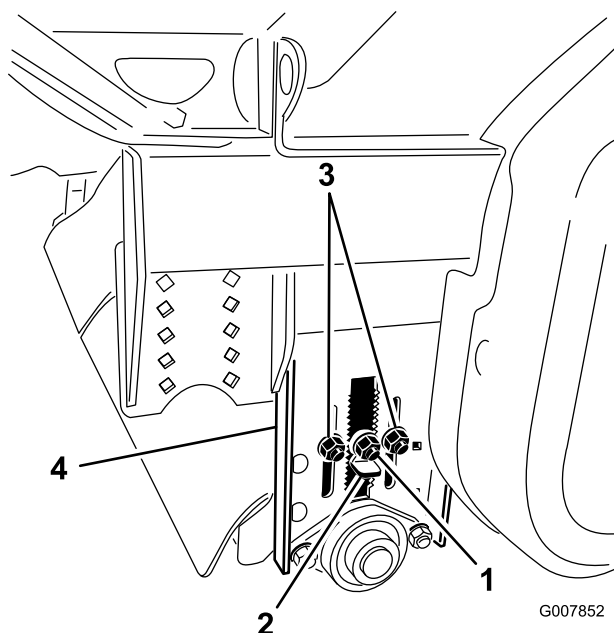

図 29
2. 高さ調整キー（図 29）についているロックナットをゆるめて、キーを 15 mm 程度引き出せるようにする。
3. ローラの高さ調整のロックナットをゆるめる（図 29）。
4. 高さ調整キーを引き出し、ローラの高さ調整プレートを動かして後ローラを適当な高さに調整する（図 29）